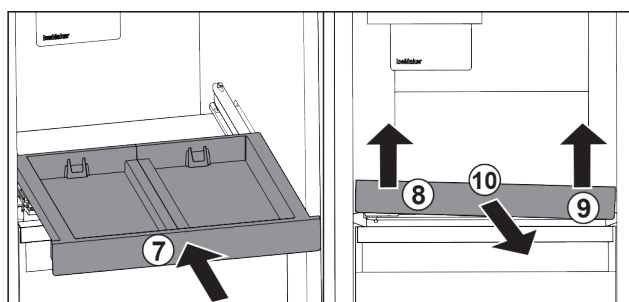

Fig. 126
- Auszugsbord einschieben. Fig. 126 (7)
- Auszugsbord vorne links anheben. Fig. 126 (8)
- Auszugsbord vorne rechts anheben. Fig. 126 (9)
- Auszugsbord nach vorne entnehmen. Fig. 126 (10)